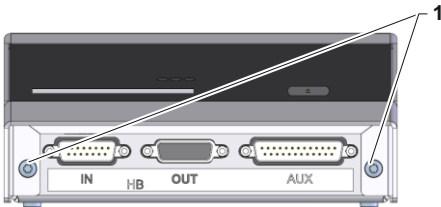

Abb. 1: Frontseite Auswerteeinheit
- Schrauben (Kennzeichnung 1 → Abb. 1) entfernen.